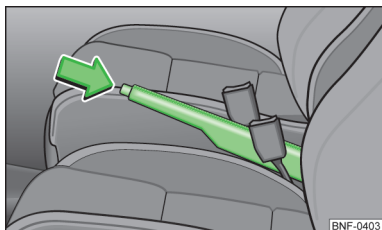

Fig. 82
- Træk håndbremsearmen lidt opad, og tryk **samtidig** låseknappen » Fig. 82 ind.